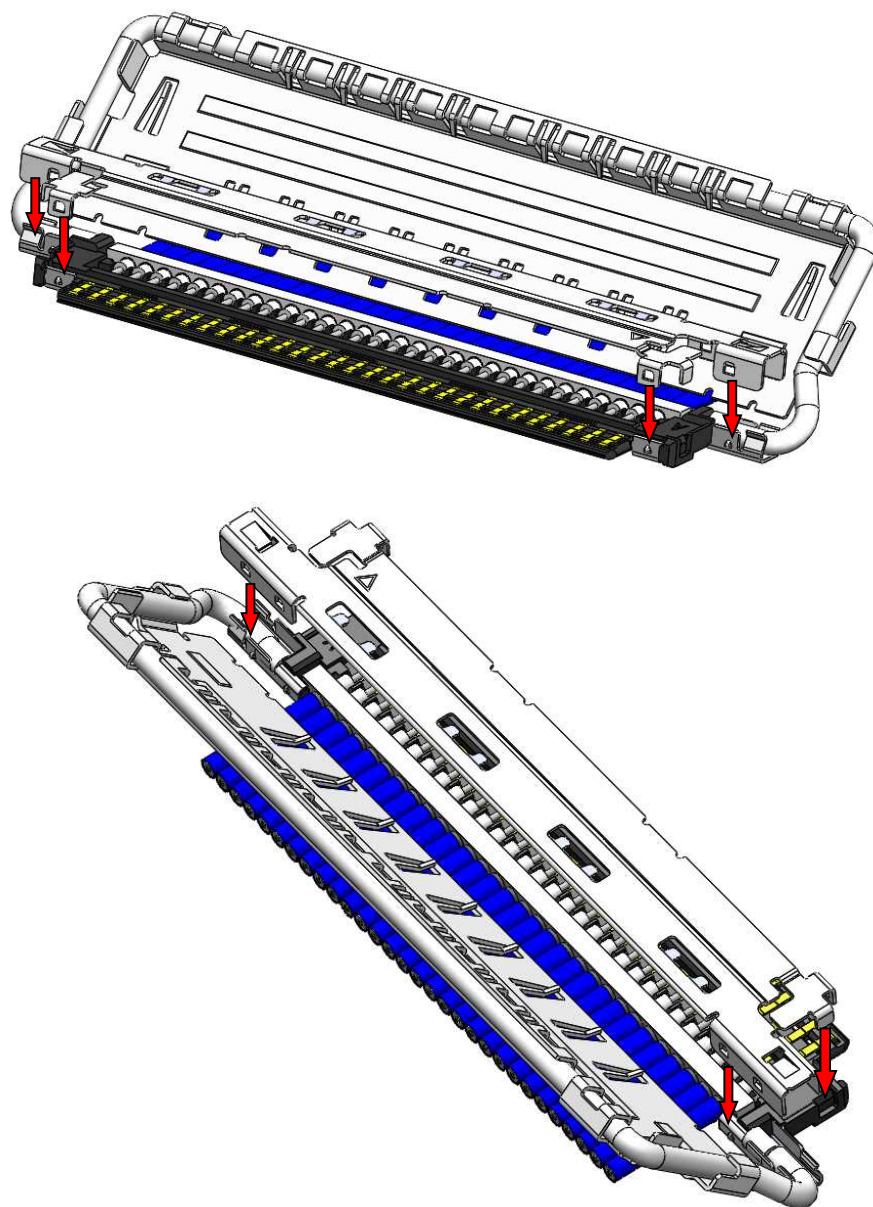

図 8. SHELL-A 組み付け方法
②図 8 の様に SHELL-A を HOUSING ASS'Y の上側から組み付ける。